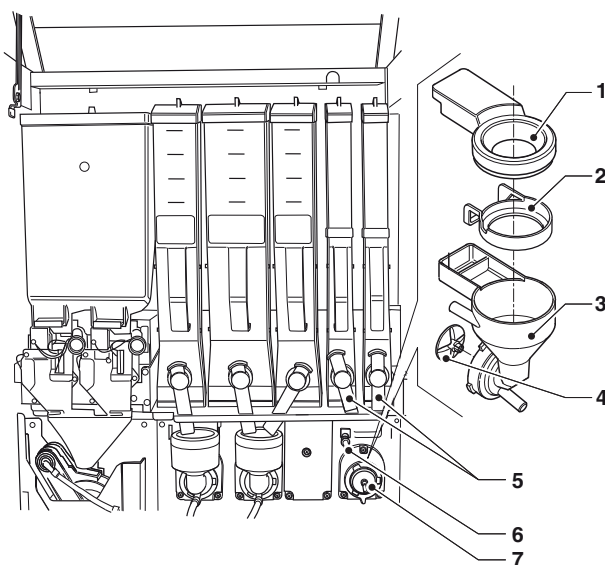

Fig. 9
- Asportare (vedi fig. 9) dai mixer gli imbusti delle polveri, i convogliatori acqua, gli imbusti deposito polvere e le ventoline dei motofrullatori;